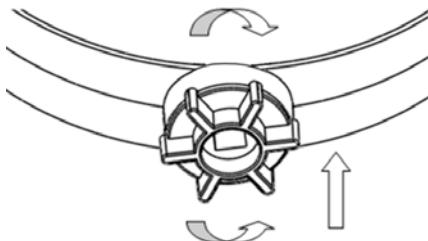

Рис. 5.1. Вертикальная регулировка.
- **Вертикальная регулировка обхвата головы:** нажмите на регулятор (См. рис. 5.1) и по-ворачивайте рукоять по часовой стрелке, чтобы уменьшить размер наголовника, и против часовой – чтобы увеличить. Щиток защитный лицевой должен плотно сидеть на голове.